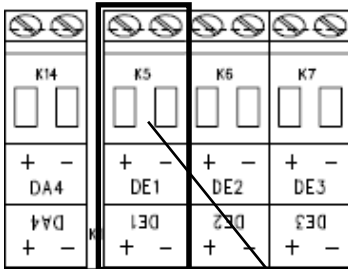

Abb. 13
1. Schließen Sie den Impulsausgang des Gaszählers an die Klemme „DE1“ (**1** in Abb. 13, Seite 49) des EK280 an.
1. Schließen Sie den Encoder des Gaszählers an die Klemme „DE1“ (**1** in Abb. 13, Seite 49) des EK280 an.
1. Schließen Sie den HF-Impulsausgang des Gaszählers an die Klemme „DE1“ (**1** in Abb. 13, Seite 49) des EK280 an.